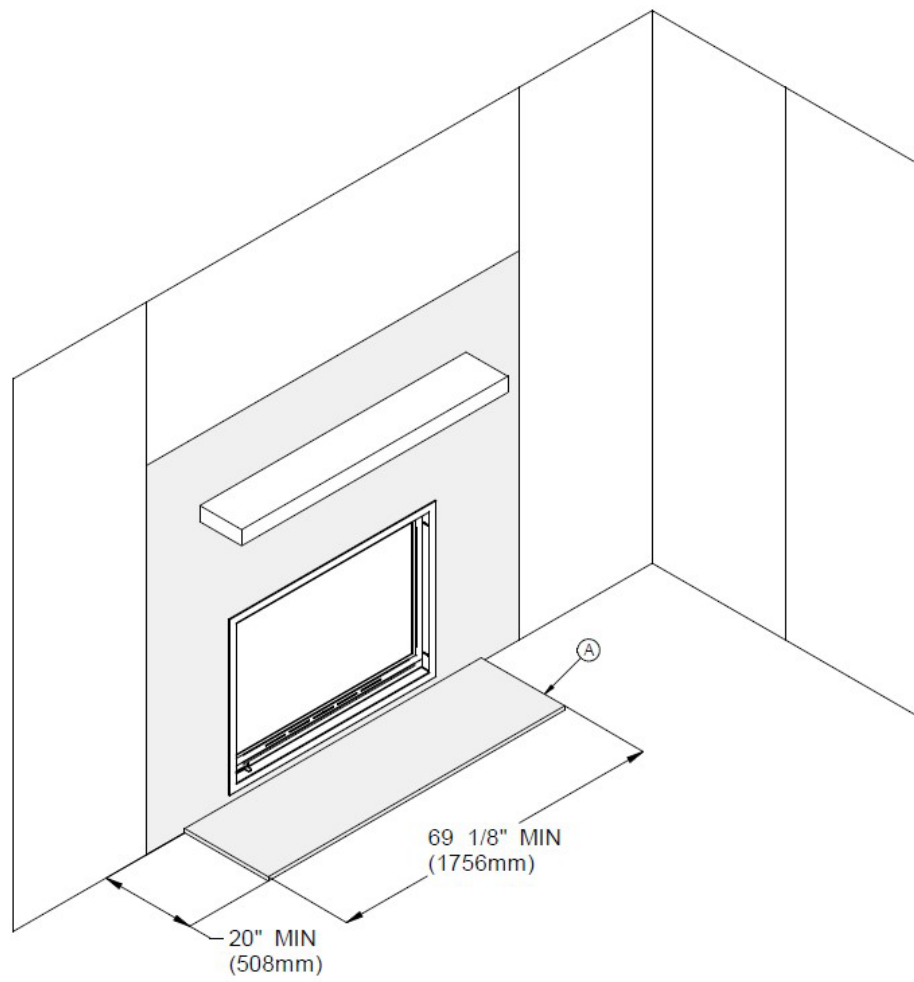
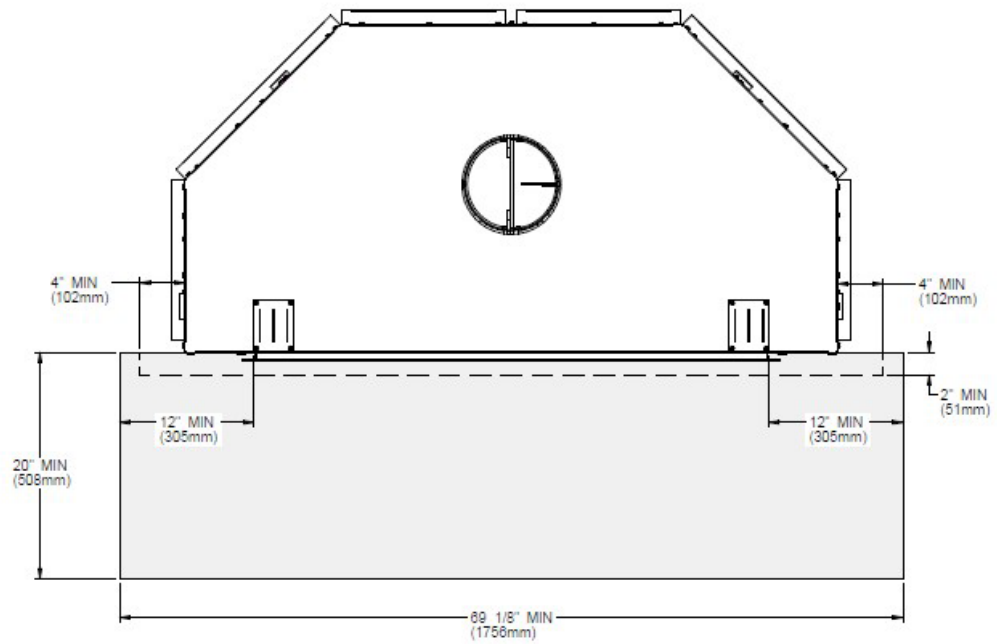

Figure 4
Figure 5
La zone d'extension de l'âtre (**voir (A), Figure 4**) doit mesurer au moins 20" (50 cm) en avant et au moins 12" (30 cm) de chaque côté de l'ouverture de la porte du foyer (**voir Figures 5 et 6**). Le joint entre l'extension de l'âtre et le foyer doit être protégé par un matériel non combustible, par exemple, une plaque de métal ou du coulis de ciment tel qu'illustrée à la Figure 6.
AVERTISSEMENT : L'EXTENSION DE L'ÂTRE DOIT ÊTRE INSTALLÉE TELLE QU'ILLUSTRÉE (voir Figures 5 et 6).